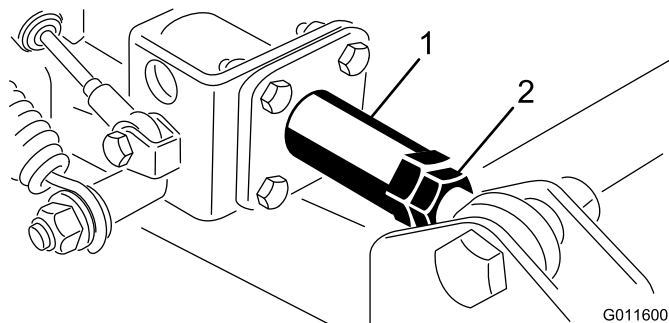

Figuur 7
- B. Plaats een vierkante of rechte hoek tegen het gelaste gedeelte van het maaidek met de zwenkwielvorkconstructie (Figuur 7). Gebruik niet de zwenkwielvorkconstructie zelf.
aangegeven in Figuur 7. Door de velg zelf en onregelmatigheden in de verf is de buitenrand een ongeschikt meetpunt. Deze twee metingen moeten hetzelfde zijn met een tolerantie van 3 mm.